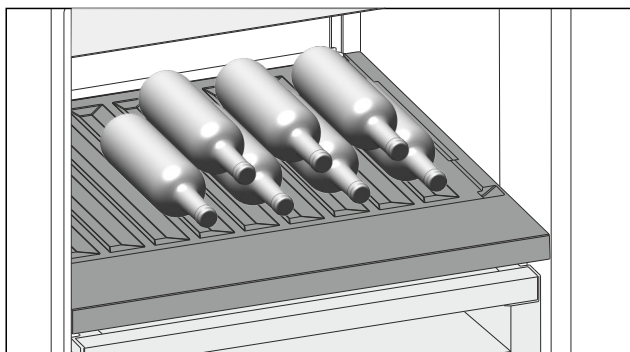

Fig. 236 Примерное изображение
- ▶ Бутылки укладывайте дном к задней стенке. (см. Fig. 236)